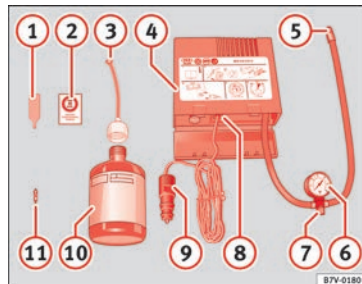

Fig. 48 Rappresentazione standard: contenuto del kit per la riparazione degli pneumatici.
- Svitare il cappuccio e l'elemento di tenuta della valvola del pneumatico. Utilizzare l'apparato » » **fig. 48 1** per estrarre l'elemento di tenuta. Collocarlo su una superficie pulita.
- Agitare vigorosamente la bomboletta del sigillante per pneumatici » » **fig. 48 10**.
- Avvitare il tubo di gonfiaggio » » **fig. 48 3** alla bomboletta del sigillante. La piombatura della bomboletta si rompe automaticamente.
• Rimuovere il tappo del tubo di riempimento » **fig. 48 ③** e avvitare l'estremità aperta dal tubo alla valvola dello pneumatico.
• Ricollocare l'elemento di tenuta con l'apparato » **fig. 48 ①** nella valvola del pneumatico.
• Avvitare il tubo di gonfiaggio del pneumatico del compressore » **fig. 48 ⑤** nella valvola del pneumatico.
• Verificare che la vite di sfiato dell'aria sia chiusa » **fig. 48 ⑦**.
• Collegare il connettore » **fig. 48 ⑨** a una presa elettrica a 12 V del veicolo » **pag. 128**.
• Collegare il compressore ad aria con l'interruttore ON/OFF » **fig. 48 ⑧**.